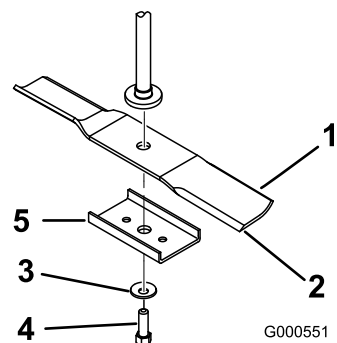
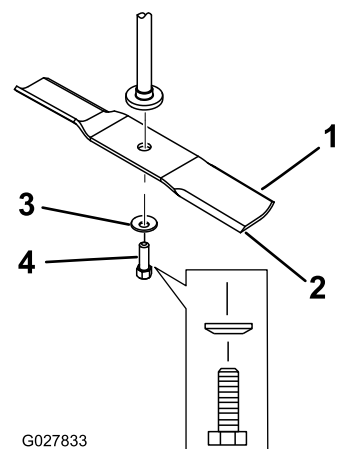

Рисунок 60
Рисунок 61
2. Снимите прижим ножа (только на 81 см деки), отверните болт ножа, снимите изогнутую шайбу и нож с вала шпинделя (Рисунок 60 и Рисунок 61).
1. Установите нож на шпиндель (Рисунок 61).
2. Установите прижим ножа (только на 81 см деки), изогнутую шайбу (чашеобразной стороной в сторону ножа) и болт ножа (Рисунок 61).